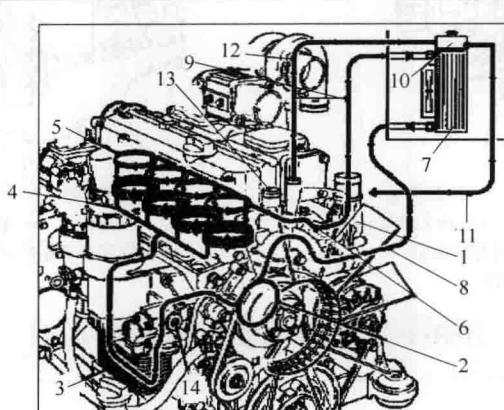

图1-5 柴油机无缸套水冷系统示意图
(1) 无缸套冷却系统的组成 部分单体泵柴油机(如BFM2012机型)的冷却系统为无缸套水冷系统(图1-5)。水(或冷却液)为传热介质,再传给空气。也就是以少量的水进行不断循环的方法,在柴油机水套中吸收多余热量,再流到散热器中散发热量。由于水套进出口的温差较小,气缸下部不致过冷,且水冷的冷却强度大小容易调节,能保持柴油机的正常温度,并能用热水预热柴油机,便于冬季起动。